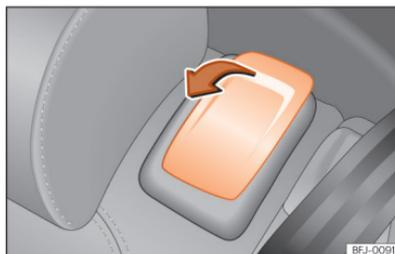

Abb. 102 Zweite Sitzreihe:
- Entriegelungshebel in Pfeilrichtung ziehen »» [Abb. 102].
- Hebel »» [Abb. 102] ziehen und Sitzlehne nach hinten in die aufrechte Position klappen. Der komplette Rücksitz klappt nach hinten »» ⚠️.